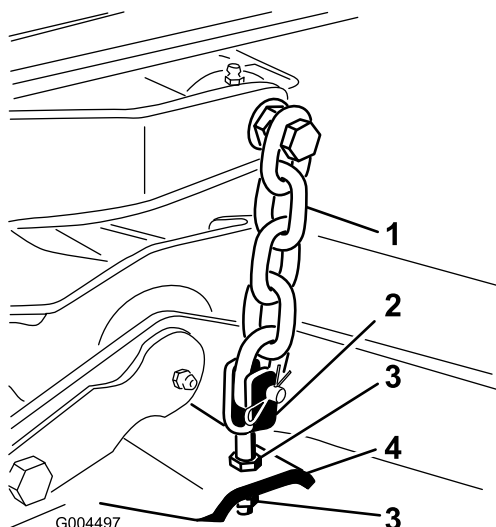

Figura 5
8. Ajuste as porcas de segurança que prendem as forquilhas/correntes do cortador ao cortador até que o cortador fique nivelado (Figura 5).
7. Ajuste as porcas de segurança que prendem as forquilhas/correntes do cortador (Figura 5) para elevar a traseira do cortador de forma a que a inclinação da lâmina fique definida para 8 a 11 mm.